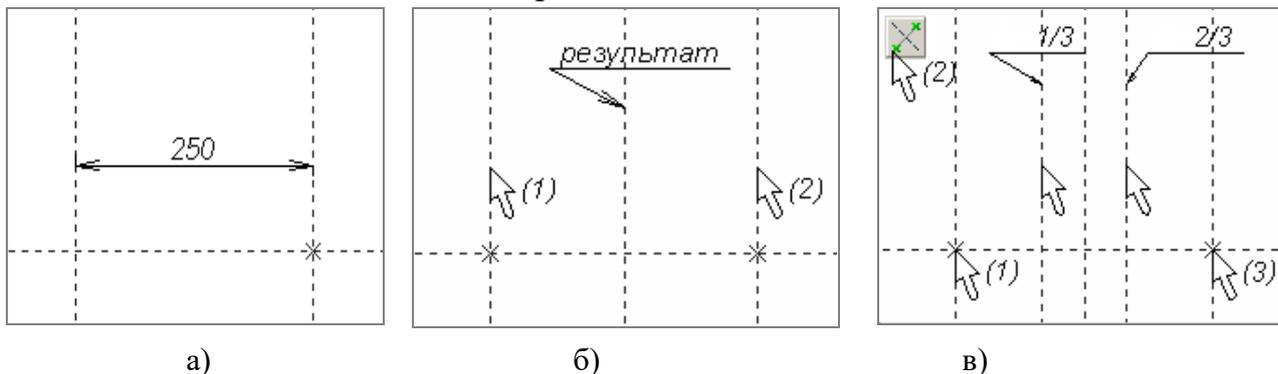

Рисунок 14 – Порядок построения симметричной и пропорциональных прямых
2.4.1 Выполните подготовительный этап. Порядок построения: Вызвать команду . При помощи опции  построить базовые прямые в нижней части экрана. Далее при помощи опции  построить прямую, параллельную вертикальной прямой, на расстоянии 250 мм (рисунок 14а).
2.4.2 Постройте прямую, являющуюся осью симметрии двух прямых. Порядок построения: Находясь в команде  , выбрать опцию  и указать курсором сначала на прямую (1), затем на прямую (2) (рисунок 14б).
2.4.3 Постройте прямые, делящие расстояние между опорными прямыми на 3 части. Порядок построения: Находясь в команде  , указать курсором на узел (1) (рисунок 14в), затем выбрать опцию  , после этого указать на узел (3). Далее в окне свойств элементов построения задать значение коэффициента пропорциональности 1/3 и нажать клавишу «Enter» на клавиатуре. Так как этот режим действует до отмены опции  , то, не выходя из команды можно построить несколько прямых с разными коэффициентами